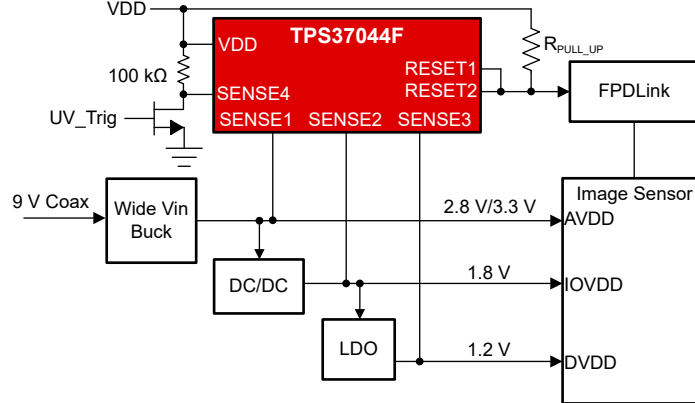

図 8-4. TPS37044F クワッド チャネル監視、機能安全用手動セルフ テスト オプション付き
図 8-4 に、手動セルフ テスト機能を実装できるセルフ テスト方式を示します。任意の SENSEx ピンを予約し、出力で観察されるフォルトのトリガーに使用することで、フォルト検出のために TPS3704 をあらかじめ確認することができます。TPS3704 は、機能安全に準拠したマルチチャネル スーパーバイザであり、ファクトリ オートメーションやモーター ドライブなどのアプリケーションで IEC 61508 要件および産業用セーフティ インテグリティ レベルを達成しています。この例では、SENSE4 スレッシュホールドが OV で 5.5V、UV で 2V に設定された個別の低電圧および過電圧 (UV/OV) 出力用に構成された TPS37044F を使用しています。
図 8-4 に、手動セルフ テスト機能を実装できるセルフ テスト方式を示します。SENSE4 は、過電圧 (OV) スレッシュホールドが 5.5V、低電圧 (UV) スレッシュホールドが 2V に設定されており、100k Ω の抵抗を介して VDD に接続できます。セルフ テストの設定によって、TPS37044F に電力供給するレールには過電圧検出器が組み込まれ、追加の利点となります。機能安全の観点からは、電圧スーパーバイザが動作限界の推奨値を外れて動作している場合、電圧スーパーバイザの信頼性は低くなります。